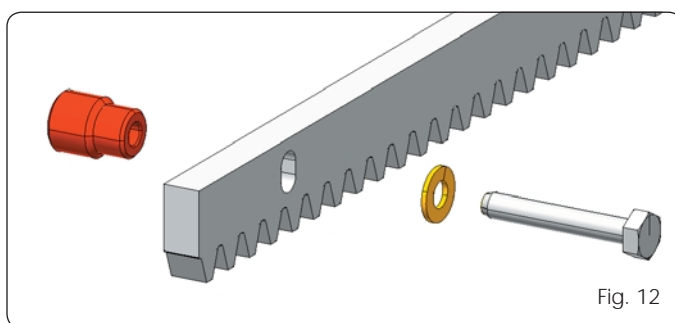

Fig. 12
**5.4.2 CREMAILLERE A VISSER EN ACIER (Fig. 12)**